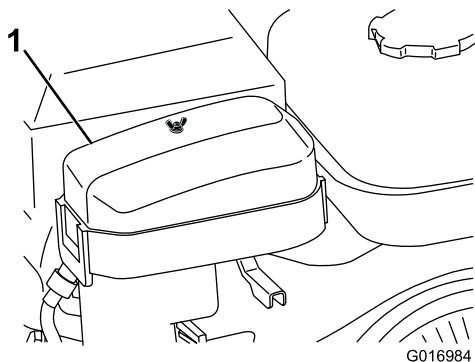

Рисунок 25
2. Снимите барашковую гайку, которая крепит крышку воздухоочистителя, и снимите крышку (Рисунок 25).